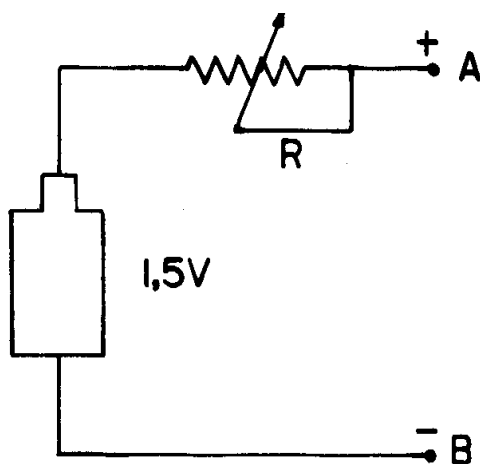

Fig. 2
1) Utiliza-se uma fonte com ddp ajustável, por exemplo, uma ou mais pilhas de lanternas de 1,5 V ligadas em série com um potenciômetro* (Fig 2).